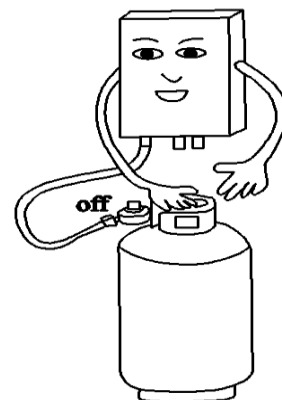

Fig.10
- Feche a válvula de gás após cada banho (Fig.10).
- Verifique se a chama se apaga após cada banho e não se esqueça de fechar a válvula de gás (Fig.10)